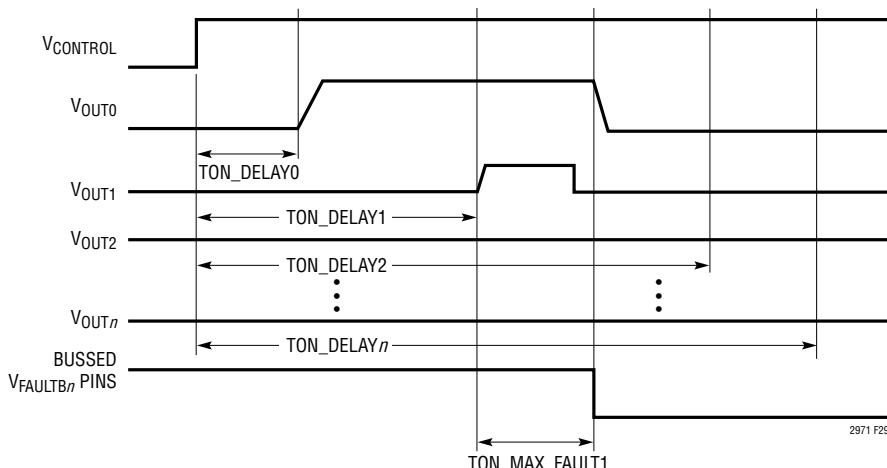

図29. チャンネル1の短絡が原因でアボートされたオン・シーケンス
- FAULTBを互いに接続して障害依存関係を構築できます。図28に、いずれかのFAULTBに障害が発生した場合にそれ以外を全てローにする設定を示します。こうすると、いずれかのチャンネルが起動しなかった場合に起動シーケンスをアボートすることが望ましいアレイの場合に役立ちます(図29参照)。